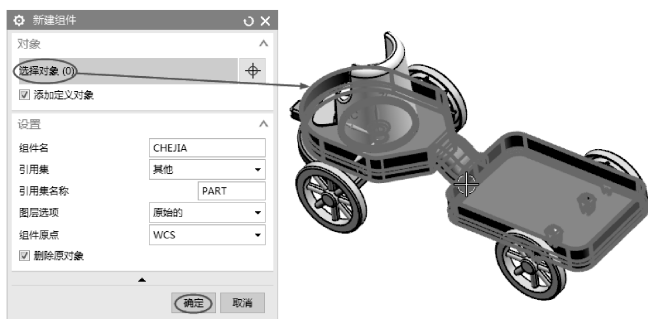

图 7-23 为新组件选择所属对象
- 03 按信息提示选择整个模型中的其中一个实体特征作为新组件，如图 7-23 所示。